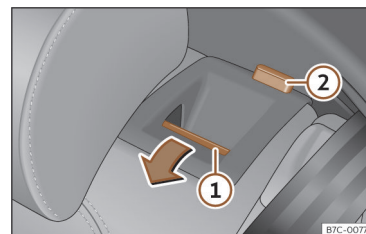

Fig. 69 Banco traseiro: rebater o encosto.
• Pressione o botão de desbloqueio >>> **Fig. 69 ①** para a frente e, ao mesmo tempo, rebata o encosto. O encosto traseiro está desbloqueado quando se vê uma marca vermelha no botão ②.